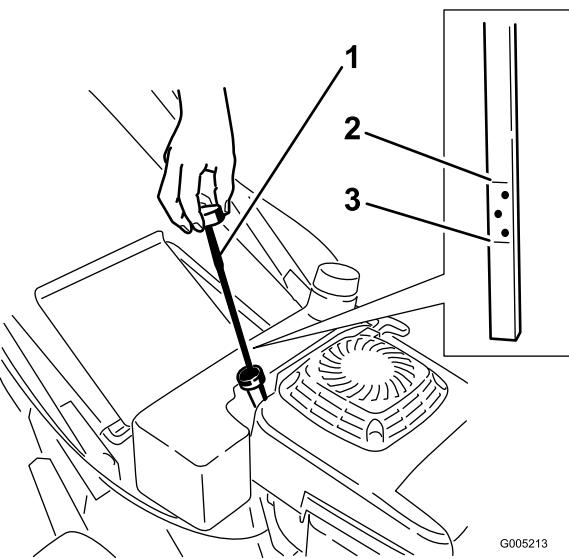

Figure 8
2. Nettoyez la surface autour du bouchon de remplissage (Figure 8).
6. Sortez de nouveau la jauge et vérifiez le niveau d'huile (Figure 8).
Avant chaque utilisation, vérifiez que le niveau d'huile arrive entre les repères maximum (Full) et minimum (Add) de la jauge (Figure 8).